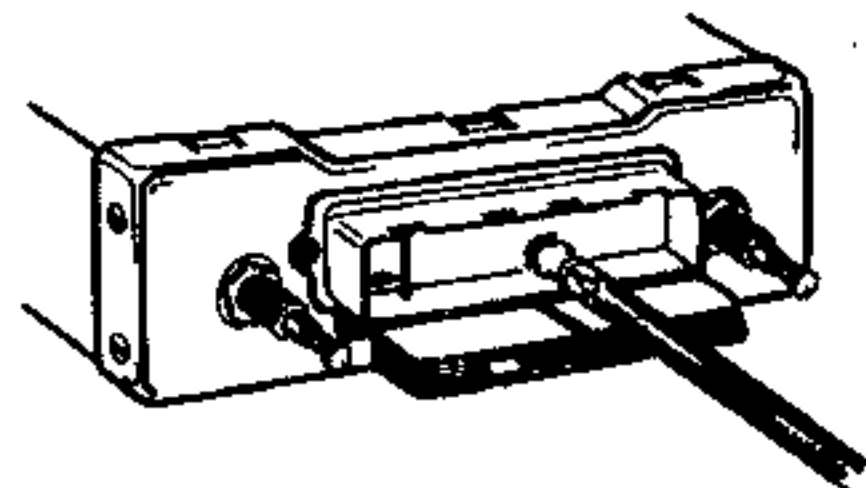

Fig. 47
5. Gewebeschlauhe (6 mm Ø) auf Skalenlampe schieben und mit leichtem Druck und Drehen nach links Skalenlampe herausnehmen, Fig. 47.
6. Neue Skalenlampe in Schlauch stecken und nach Fig. 47 mit leichtem Druck und Drehen nach rechts einsetzen.
5. Push isolation sleeve (1/4") on dial lamp and pull out dial lamp with light pressure turning to the left. Fig. 47.
6. Hook new dial lamp on sleeve and insert with light pressure turning to the right, Fig. 47.